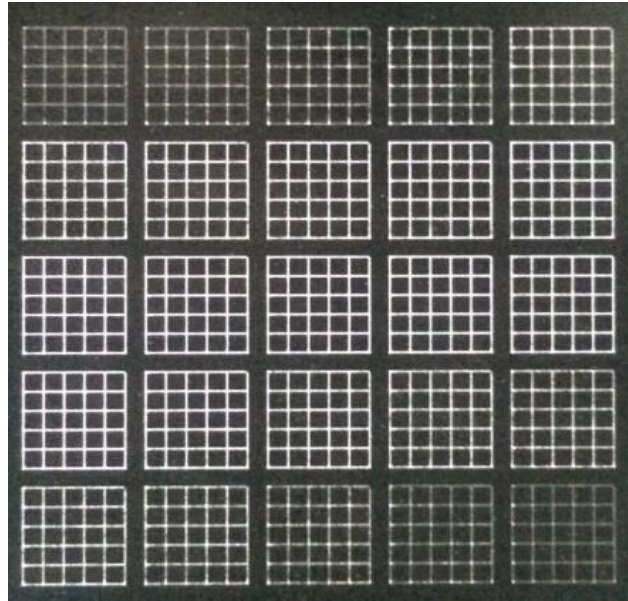
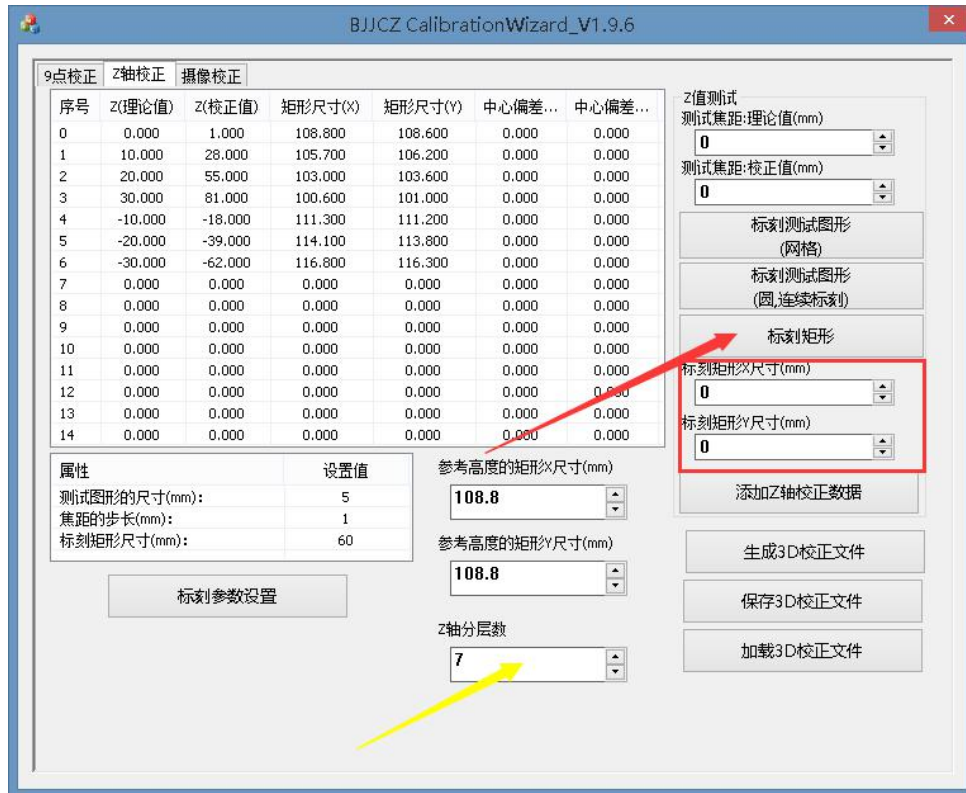

图 12
图 13
根据实际的振镜调焦范围，确定 Z 轴校正的范围，从 Z 为 0 开始做校正，设置**测试焦距：理论值**，理论值要和实际的高度一样，比如将振镜高度相对工作平台上升 10mm，实际高度为 10mm，则理论值设置为-10。点击“**标刻测试图形（网格）**”，振镜会标刻出 5X5 的矩形填充阵列，如下图 12 所示。矩形大小可以通过 **测试图形的尺寸(mm):**  更改，**根据打标效果调整功率大小，使打出的网格如图 12 所示能体现出焦距变化即可，根据现场实际情况设置。**
图 12 中矩形阵列的 Z 值按等差排列，阵列中间的矩形 Z 值为设置的**测试焦距：校正值**。观察实际标刻的矩形阵列效果，通过调整**测试焦距：校正值**的大小，使标刻效果中心对称即可。确认**校正值的 Z 值**之后点击“**标刻矩形**”，如图 13 红色箭头所示，振镜会标刻出一个矩形，用直尺量出矩形的尺寸，标刻的矩形大小可以通过设置 **标刻矩形尺寸(mm):**  来改变
15. 在图 13 红色方框中填入**标刻矩形尺寸 X 与 Y**，**参考高度的矩形尺寸**为 0 平面的矩形尺寸，参考高度尺寸大小始终不可变，**设置 Z 值分层数**，该设置为需要校正的 Z 值范围，**Z 值分层数与参考高度矩形尺寸都不可改变**。填入 0 平面的矩形尺寸，校正与理论值，参考高度矩形尺寸和 Z 值分层后，点击添加 Z 轴校正数据，校正数据会自动添加到校正表里，这样 0 平面的 Z 值校正就做好了。